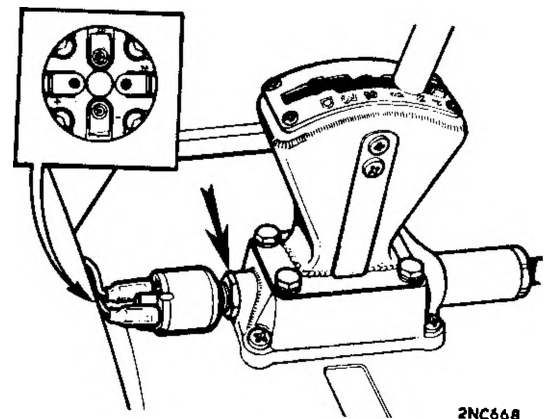

Fig. Fa. 4
posteriore della scatola della leva selettore delle marce (vedi figura Fa. 4) e va regolato al fine di assicurarsi che il motore possa esser avviato solo quando la leva selettore è nella posizione "N".
3. Allentare il dado di arresto (vedi freccia figura Fa. 4 pagina precedente) e svitare quasi del tutto l' interruttore sulla scatola.